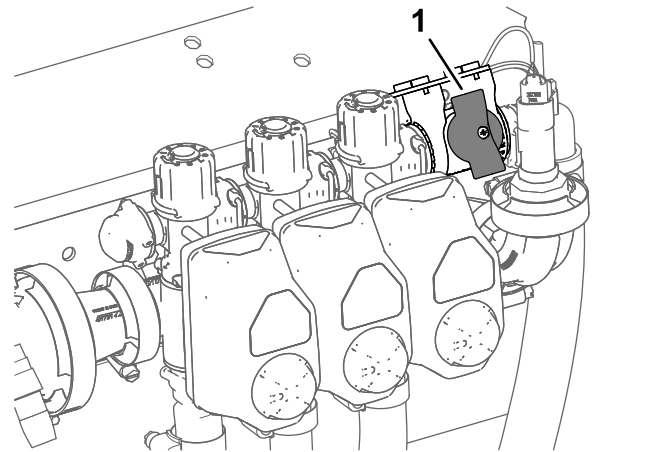

Bild 34
4. Stellen Sie für Maschinen im Dosierungsmodus sicher, dass das Handrad für das Abstellventil des Sicherheitsventil des Abschnitts in der geschlossenen Stellung ist (Bild 34).
5. Stellen Sie für Maschinen im Dosierungsmodus sicher, dass das Abstellventil des Sicherheitsventil des Abschnitts geschlossen ist (Bild 34).